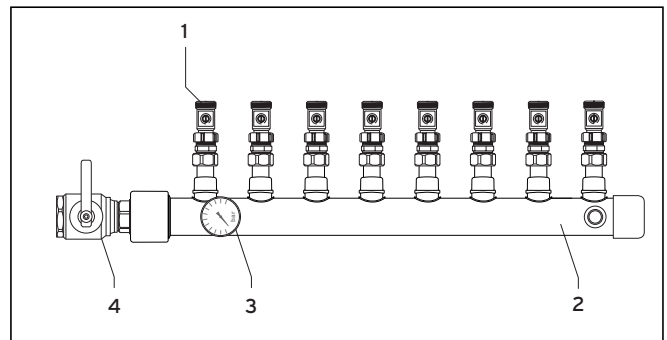

Abb. 4.5 Montage des Sammlers
- Montieren Sie die Kugelhähne am Sammler wie in Abb. 4.5 gezeigt.